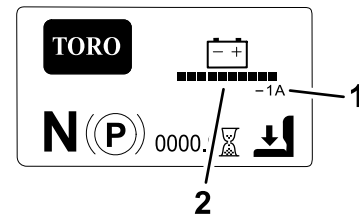

Figura 19
- **Ecran cu informații principale (Figura 19):** afișează informațiile curente ale mainii în timp ce cheia se află în poziția PORNIT. Acest ecran afișează nivelul de încărcare a sistemului de baterii și amperajul.